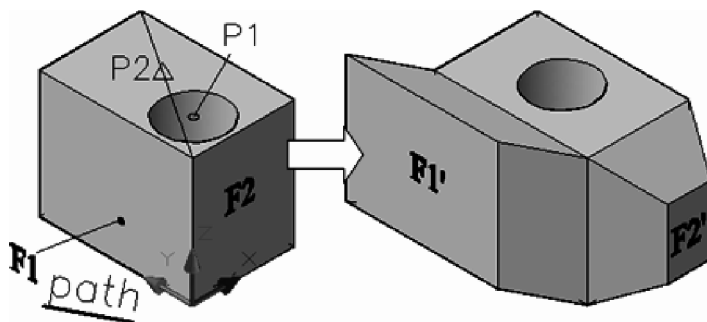

Fig. 9.48 Editarea fețelor unui solid – Exercițiul 9.11
- Pentru început, se construiește solidul din Fig. 9.48, stânga – un paralelipiped cu o gaură verticală, poziționată aleator.
- Se editează apoi solidul creat, pentru a obține configurația din Fig. 9.48, dreapta. Vor fi transformate prin extrudare fețele F1 și F2, iar gaura cilindrică va fi deplasată în centrul feței superioare a paralelipipedului.